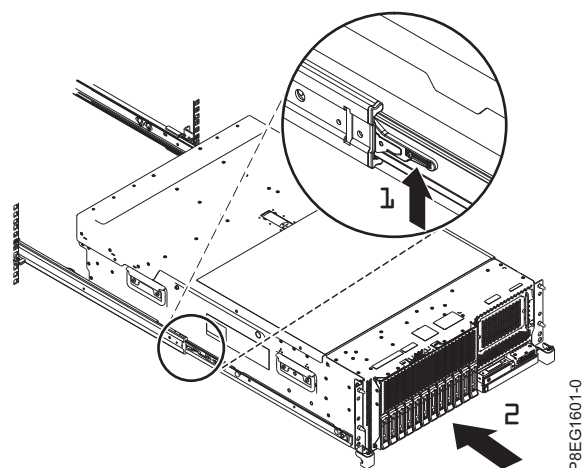

Figura 8. Travas de Liberação e Servidor
3. Levante as travas de liberação azuis (1) nos trilhos deslizantes e empurre o servidor (2) completamente para dentro do rack até que ele se encaixe no lugar. Para obter detalhes, consulte Figura 8.